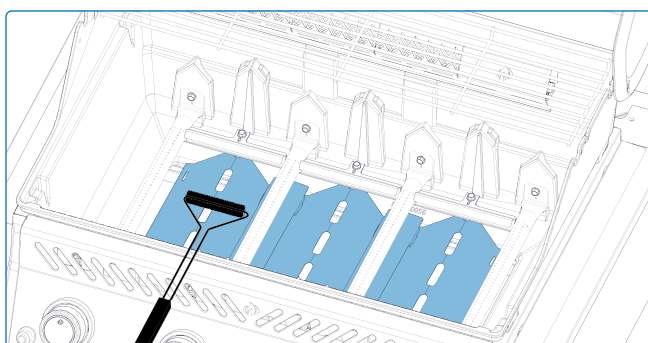

Fig. 11
- Limpia la bandeja recolectora regularmente—aproximadamente cada 4–5 usos—para evitar la acumulación de grasa **(Fig. 11)**.